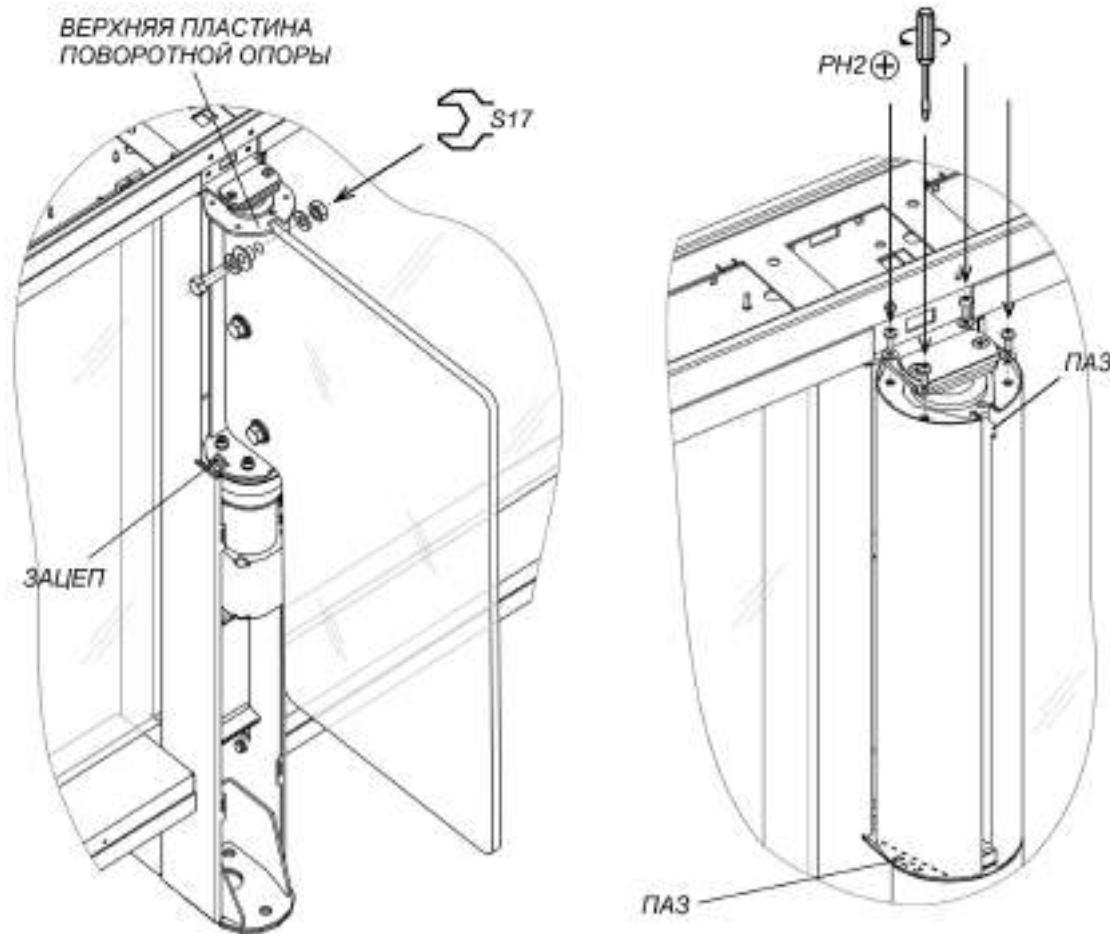

Рисунок 22. Створка и кожух створки
Снятие или установку створки производите вдвоем. Створка к поворотной опоре крепится в трех местах при помощи болтов M10×30, шайб 10, втулок пластиковых и гаек M10 (см. рис. 22). Используйте рожковые ключи S17.
2. Смонтируйте одну из частей кожуха на поворотную опору створки. Для этого оденьте кожух на верхнюю пластину поворотной опоры через пазы в верхней части кожуха, после чего сдвиньте кожух вниз до конца, введя нижний паз кожуха в зацеп, расположенный в нижней части поворотной опоры (см. рис. 22).